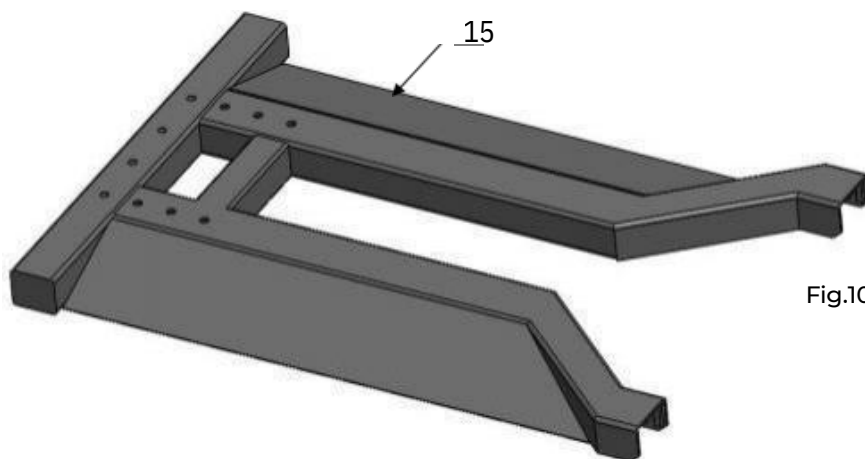

Fig.10
C. Confirme a posição de instalação e coloque a base sobre ela. (Consulte a Fig.10)